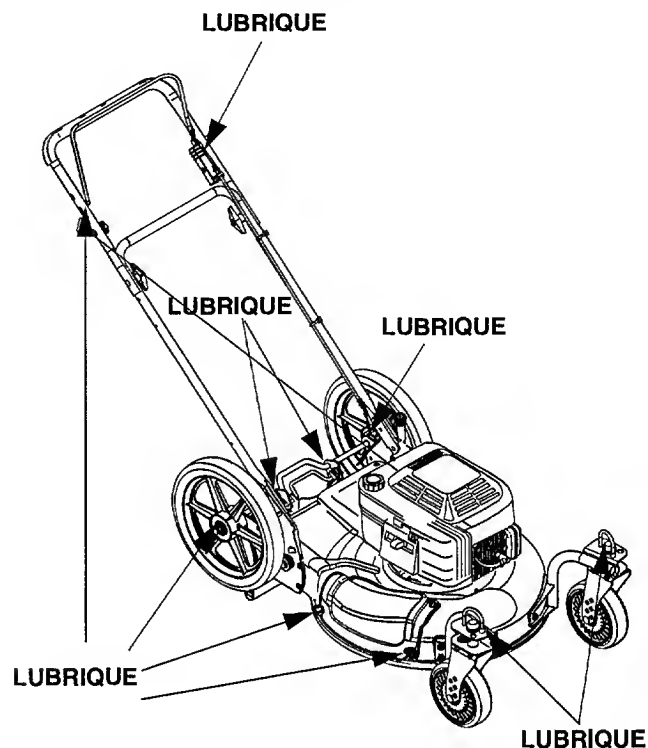

Figura 12
- Lubrique los puntos de pivote en el mango de control de la cuchilla y el cable del freno con aceite liviano una vez por temporada por lo menos. El mango de control de la cuchilla debe operar libremente en ambas direcciones. Vea la Figura 12, para la tabla completa de lubricación.
- Lubrique la cortadora siguiendo la tabla de lubricación en la Figura 12 de este manual.